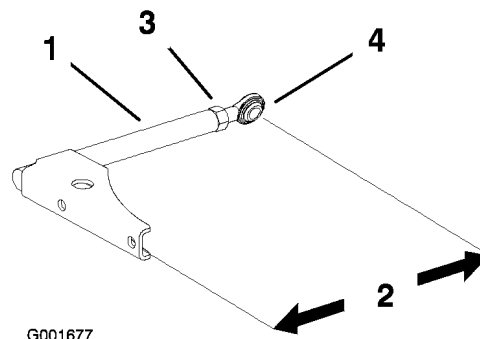

Figure 48
1. Desserrez l'écrou de blocage et tournez la rotule dans le sens anti-horaire, un tour à la fois (Figure 48).
2. Réglez chaque côté de la même façon. La longueur nominale de chaque bras de poussée doit être de 34 cm (13,5 po) (Figure 48).